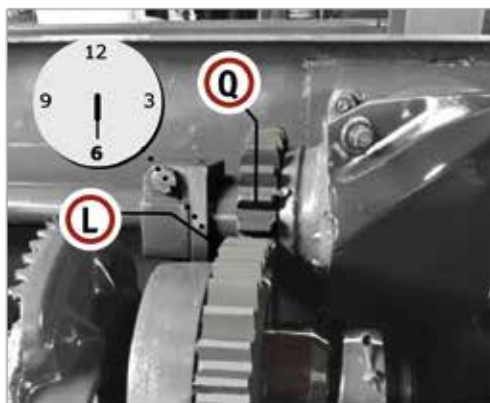

Fig. 18
- b) Compruebe la tensión de la pinza de hilo (Fig. 18 parte 5 página 79) y, si es necesario, apriete el perno de la pinza de hilo para aumentar la tensión (Fig. 18 parte 15 página 79).